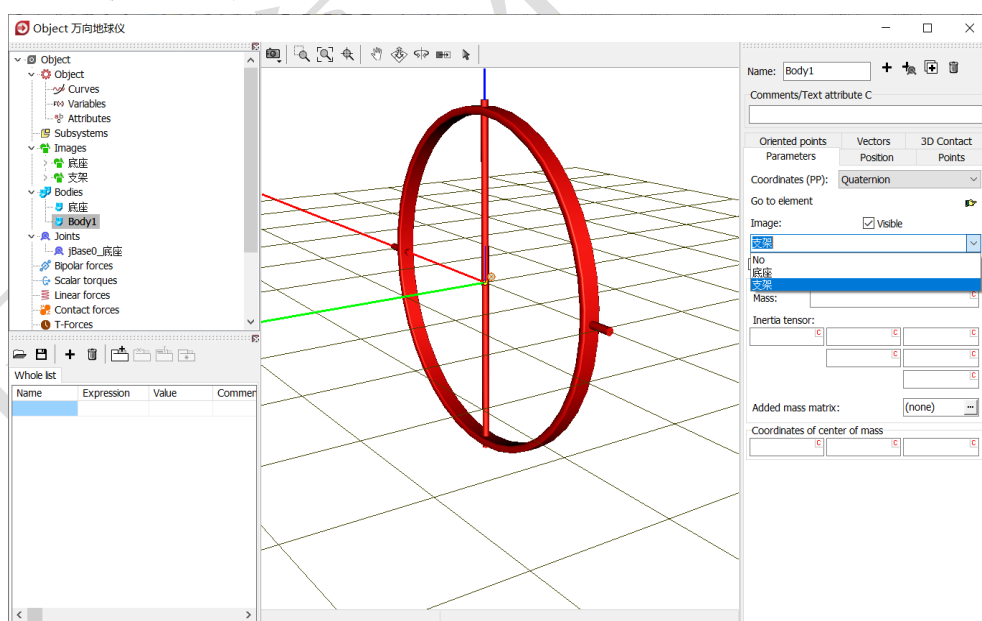

图 2-19
- 4) 这样，我们就创建了第二个刚体，系统自动命名为 **Body1**，在交互界面 **Parameters** 页面 **Image** 处的下拉菜单中选择**支架**，并保持 **Visible** 选项为勾选状态，如图 2-19。